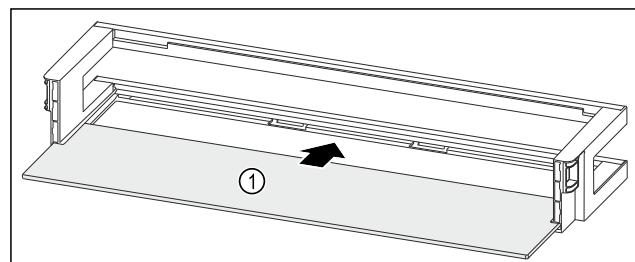

Fig. 121 Balconnet de contre-porte avec tablette de rangement
- ▶ Insérer la tablette de rangement Fig. 121 (1) dans les évidements latéraux.